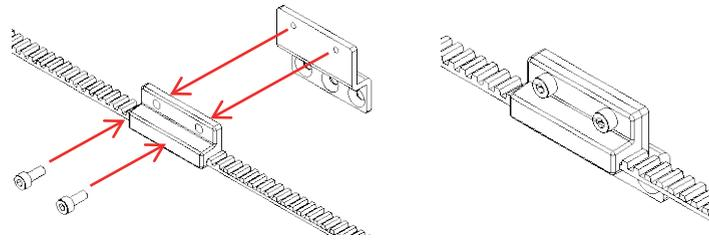

Figura 24: Parafuse juntos as duas partes do suporte inferior.
4. Parafuse as duas partes do suporte inferior (Figura 24).